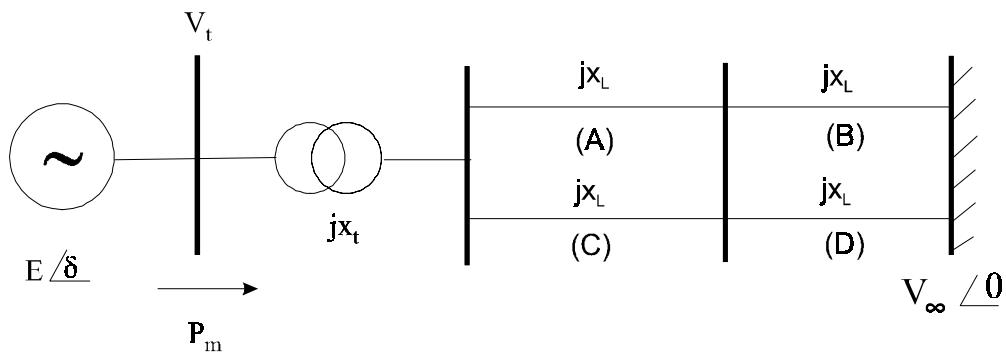

Figura 0.1: Sistema para Exercícios 3 e 4.
3. Considere o sistema de energia elétrica da figura 0.1. Os parâmetros e valores nominais são: $S = 415 MVA$; $\cos \varphi = 0,90$; $x_L = 0,70 pu$; $x_t = 0,12 pu$; $x'_d = 0,30 pu$ e $H = 5,0 s$. Todas as retâncias estão em p.u. da potência nominal da máquina. Suponha que o sistema esteja operando em regime permanente com $V_t = 1,02 pu$, $V_\infty = 1,0 pu$ e fornecendo $343 MW$ à barra infinita. O que acontecerá com o comportamento dinâmico do sistema se a linha de transmissão **C** for subitamente desconectada nestas condições de operação?
4. Considere novamente o sistema da figura 0.1. Suponha agora que a capacidade nominal do gerador é de 465 MVA , sendo os demais parâmetros do sistema iguais ao do problema anterior. Quanto à condição de operação, supõe-se que, em regime permanente, o sistema está fornecendo 290 MW à barra infinita, sendo os valores das tensões terminal da máquina e na barra infinita iguais aos do problema anterior. Um curto-circuito trifásico sólido ocorre na linha **A** próximo à barra 1, sendo eliminado pelo desligamento temporário da linha **A** após $0,05 \text{ s}$ de permanência do defeito. É possível que o sistema permaneça estável após o curto-circuito sem religamento da linha **A**? Caso isto não seja possível, qual o máximo ângulo de religamento da linha para que a estabilidade seja mantida?